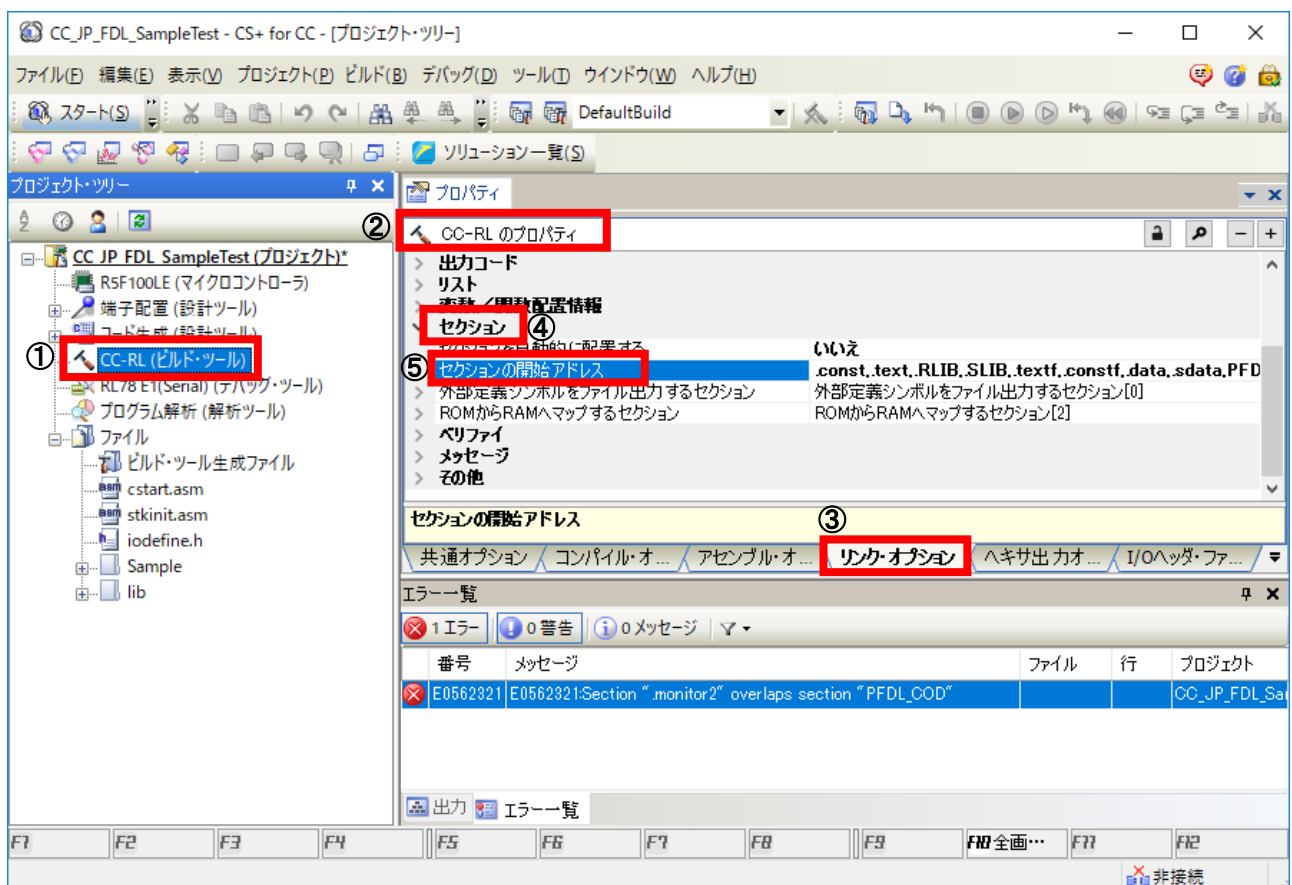

図 6-25 セクション配置の変更
このエラーは、オンチップ・デバッグ機能で使用するモニター領域(OCDROM)用のセクション配置ができないために発生しています。エラーを回避するためには、CS+の[プロジェクト・ツリー]から①[CC-RL(ビルド・ツール)]を選択、右クリックで表示されるプロパティを選択し、表示された②"CC-RL のプロパティ"の③"リンク・オプション"タブを選択します。④"セクション"項目内の⑤"セクションの開始アドレス"で、オンチップ・デバッグモニター用のセクション配置領域(monitor2 : R5F100LE では、初期アドレス 0xFE00-0xFFFF)に、他のセクションが重複しないよう配置を修正してください。(図 6-25)